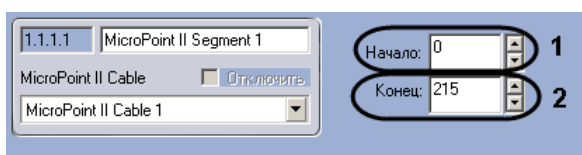

Рис. 3.5—4 Настройка контрольного сегмента *MicroPoint II*
1. В поле **Начало** ввести с помощью кнопок **вверх-вниз** номер субъячейки, соответствующей ключевой точке, в которой начинается контрольный сегмент (см. Рис. 3.5—4, **1**).
2. В поле со списком **Конец** ввести номер субъячейки, соответствующей ключевой точке, в которой заканчивается контрольный сегмент (см. Рис. 3.5—4, **2**).